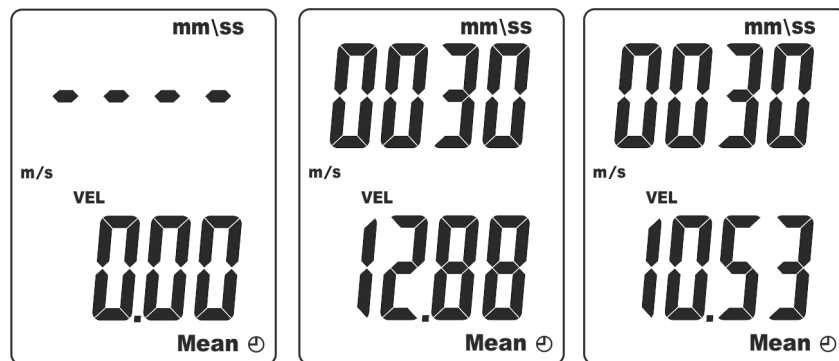

Abb. 8: Durchschnittlicher Wert der Geschwindigkeit im Zeitablauf
5. Drücken und halten Sie (>2s) die Taste **MEAN**. Die Symbole “Mean” und “⌚” und die Luftgeschwindigkeit werden entsprechend im Unterteil des Displays und im sekundären Display angezeigt, während die Symbole “- - - -” und “mm/ss” (Timer in Minuten/Sekunden) werden im Hauptdisplay angezeigt (siehe Fig. 8 – linke Seite).
6. Drücken Sie die Taste **ENT** zur Aktivierung der Messzeit im Hauptdisplay, während die Messung der Luftgeschwindigkeit noch läuft (siehe Fig. 8 – Mitte in Bezug auf eine Messzeit von 30s).
8. Drücken Sie die Taste **MEAN** zum Beenden der Messung. Die Symbole “Mean” und “⌚” blinken im Display und der Mittelwert der Messungen erscheint im sekundären Display (siehe Fig. 8 – rechte Seite).